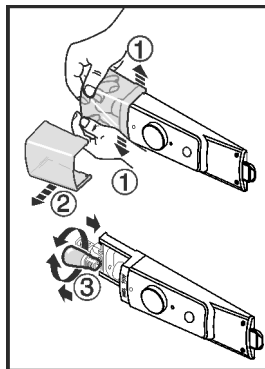

Fig. 10
- ▶ Odstąpić żarówkę, jak pokazane jest to na rysunku, wewnątrz, w przedniej części rozepchnąć Fig. 10 (1) i zdjąć ją w bok Fig. 10 (2).
- ▶ Wymienić żarówkę. Fig. 10 (3)